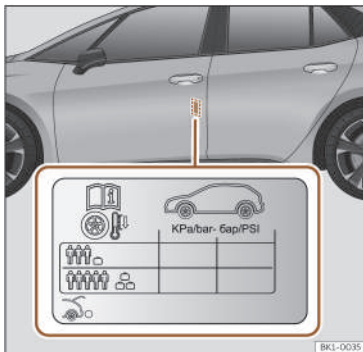

Fig. 189 Posizione dell'adesivo della pressione di gonfiaggio comfort degli pneumatici.
- Adattare la pressione degli pneumatici al carico del veicolo >>> **fig. 189**.
I valori della pressione di gonfiaggio degli pneumatici sono riportati sull'etichetta adesiva situata nella zona posteriore del telaio della porta anteriore sinistra >>> **fig. 189**.
Adeguate la pressione di gonfiaggio degli pneumatici al carico del veicolo. Se il veicolo verrà caricato al massimo, è necessario aumentare la pressione di gonfiaggio al valore di carico più elevato indicato sull'etichetta adesiva >>> **fig. 189**.
Nel caso del ruotino di scorta (125/70 R16 o 125/70 R18), gonfiare alla pressione di 4,2 bar come indicato nell'etichetta della pressione degli pneumatici >>> **fig. 189**.
- Il conducente è responsabile che tutti gli pneumatici del veicolo siano gonfiati alla pressione nei pneumatici, lo staccarsi del battistrada o anche lo scoppio del pneumatico. >>> **fig. 189.**
- Con gli pneumatici freddi, si deve mantenere sempre la pressione indicata sull'adesivo >>> **fig. 189.**